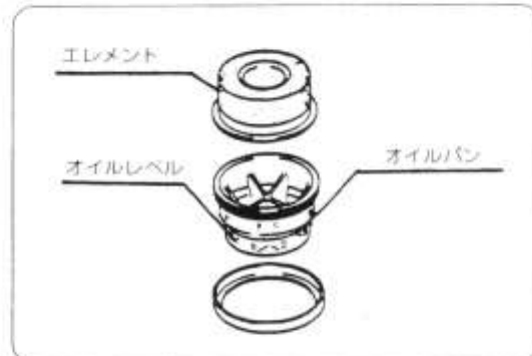

図35
- ② オイルが不足しているときは、オイルレベルまで補充してください。汚れがひどいときにはオイルパン・エレメント共、白灯油で洗浄しエレメントはエンジンオイルに浸し滴下しない程度に振り切ってください。(図35)
- ③ オイルパンはよく洗浄し、新しいエンジンオイル(SC級以上)をレベルまで入れてください。(図35)